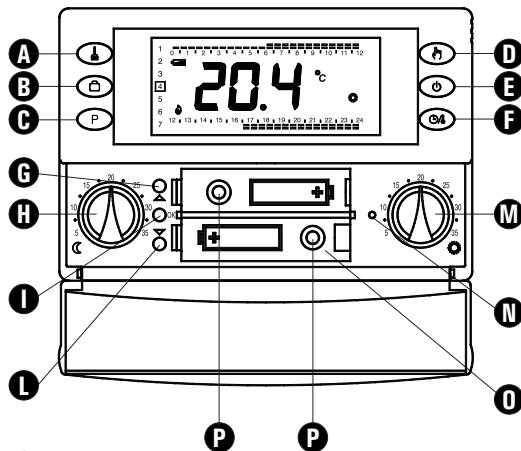

Fig. 4
1. Ouvrir le volet d'accès au logement des piles (Fig. 4).
4. Effectuer au besoin, une réinitialisation au moyen de la touche indiquée à N de la Fig. 4. **NE PAS UTILISER DES AIGUILLES OU DES INSTRUMENTS QUI PUISSENT ENDOMMAGER IRRÉMÉDIABLEMENT LE CHRONOTHERMOSTAT.**
5. Insertar las pilas en el compartimiento pilas (0 de Fig. 4); ver párrafo 'INSERCIÓN/ SUSTITUCIÓN BATERÍAS'.
Introducir las pilas respetando la polaridad indicada en el compartimento pilas (ver párrafo 'INSERCIÓN/SUSTITUCIÓN BATERÍAS') y realizar la operación de reiniciación actuando con un objeto con punta a través del orificio dedicado (N de Fig. 4); **NO USAR UNA AGUJA O INSTRUMENTOS QUE PUEDAN DAÑAR IRREPARABLEMENTE EL CRONOTERMOSTATO.**
'OK': Programación hora e día de la semana corriente (I de Fig. 4);
'▲': Adelante (G de Fig. 4);
'▼': Atrás (L de Fig. 4);
La temperatura de Confort se ajusta mediante el mando giratorio '🌀' (M de Fig. 4) mientras que la temperatura Reducción se ajusta mediante el mando giratorio '⌚' (H de Fig. 4).